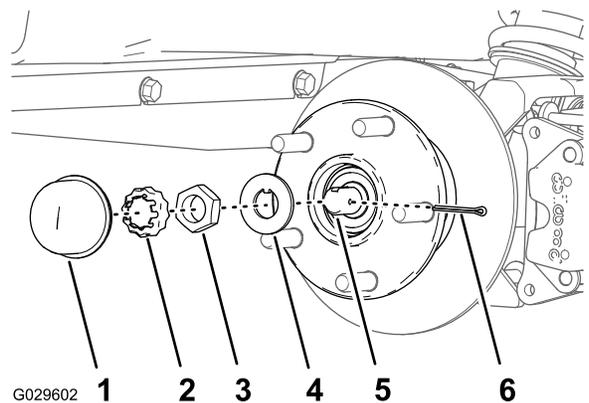
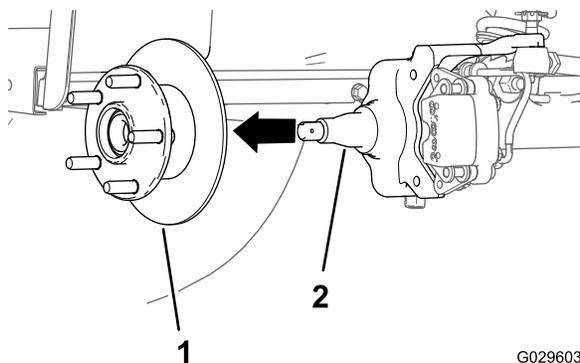

Figura 29
Figura 30
4. Rimuovete il coperchietto antipolvere dal mozzo (Figura 29).
5. Rimuovete la coppiglia e il fermadado dal mandrino e dal relativo dado (Figura 29).
6. Rimuovete il dado del mandrino dal mandrino e separate il gruppo mozzo e rotore dal mandrino (Figura 29 e Figura 30).